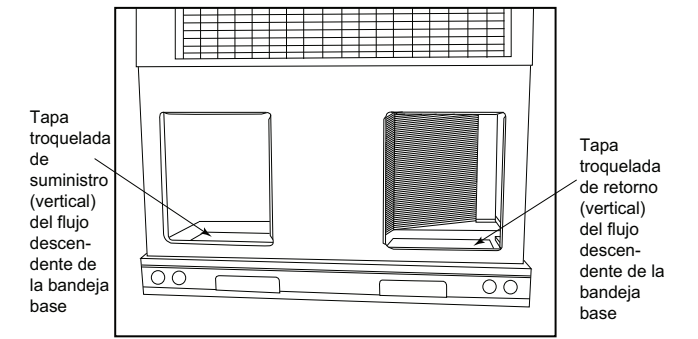

Fig. 8 – Abertura del conducto de alimentación y retorno
2. Quite las tapas de los conductos horizontales (metal) para acceder a los orificios troquelados del conducto de descarga vertical (flujo descendente) en la bandeja base de la unidad. (Consulte la Fig. 8).
NOTA: Estos paneles se mantienen en su lugar con lengüetas similares a una tapa ciega eléctrica. Vuelva a instalar las cubiertas del conducto horizontal (Fig. 8) que se envían con la unidad desde la fábrica. Asegúrese de que las aberturas estén herméticas para el agua y el aire.